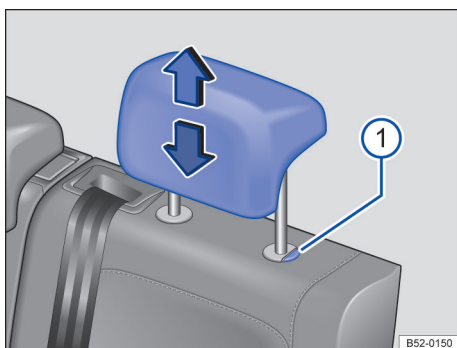

Fig. 70 Apoio para cabeça traseiros: ajustar.
- Deslocar o apoio para cabeça para cima ou para baixo na direção da seta com o botão → Fig. 70 ① pressionado → ▲ em *Introdução ao tema* na página 85.